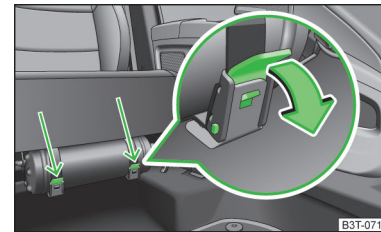

Abb. 175
- Die beiden Gurte lösen, indem an den jeweiligen Sicherungen in Pfeilrichtung gezogen wird » Abb. 175.